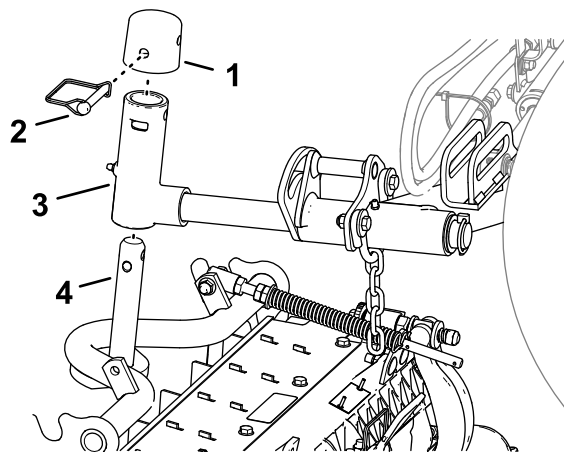

Figura 15
1. Deslice una unidad de corte debajo del brazo de elevación (Figura 15).